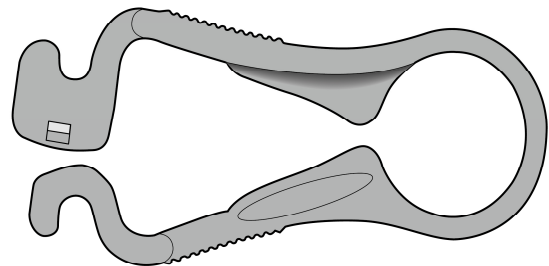
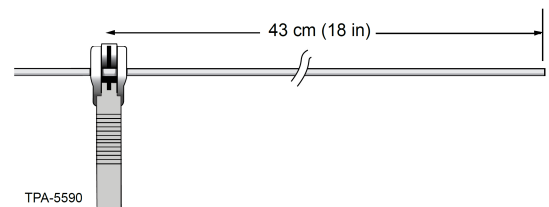

Abbildung 7
Abbildung 8
Schritt 1: Aderhülle in das 1,0-mm-Loch des Werkzeugs Ripley FTS-005 (Abbildung 7) wie in Abbildung 8 dargestellt etwa 45 cm (18 Zoll) vom Hüllenende entfernt einlegen.